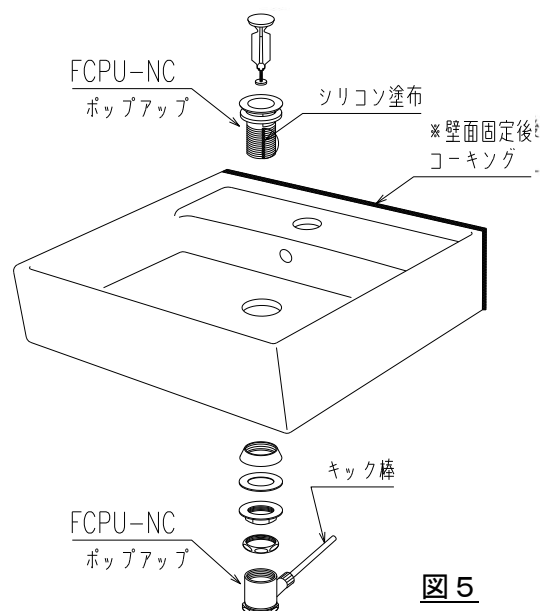

図5
※洗面ボウルを壁面に固定後、壁面接触部にシリコン塗布によりコーキングを施し水漏れの防止を行ってください。（図5参照）
- 4) ポップアップ（FCPU-NC）を図5のように排水口へ組付けます。